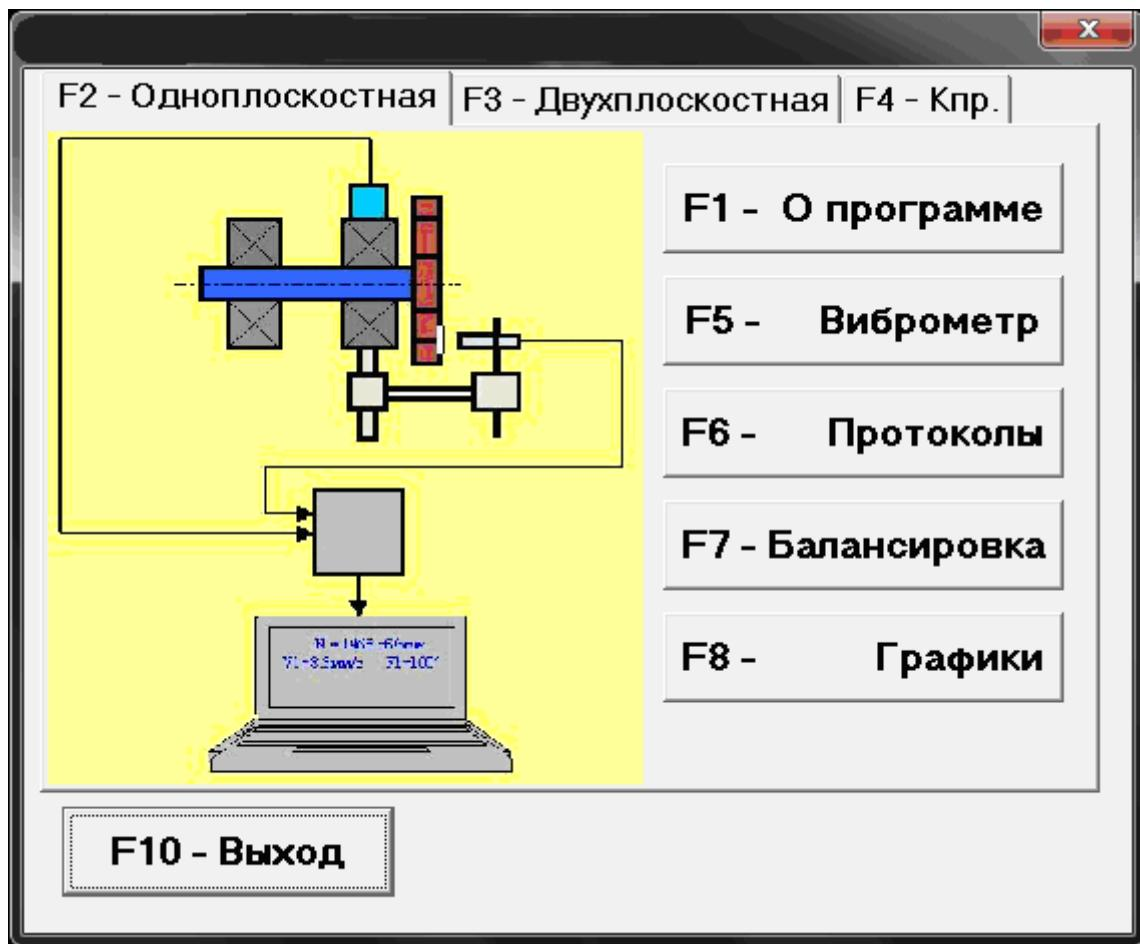
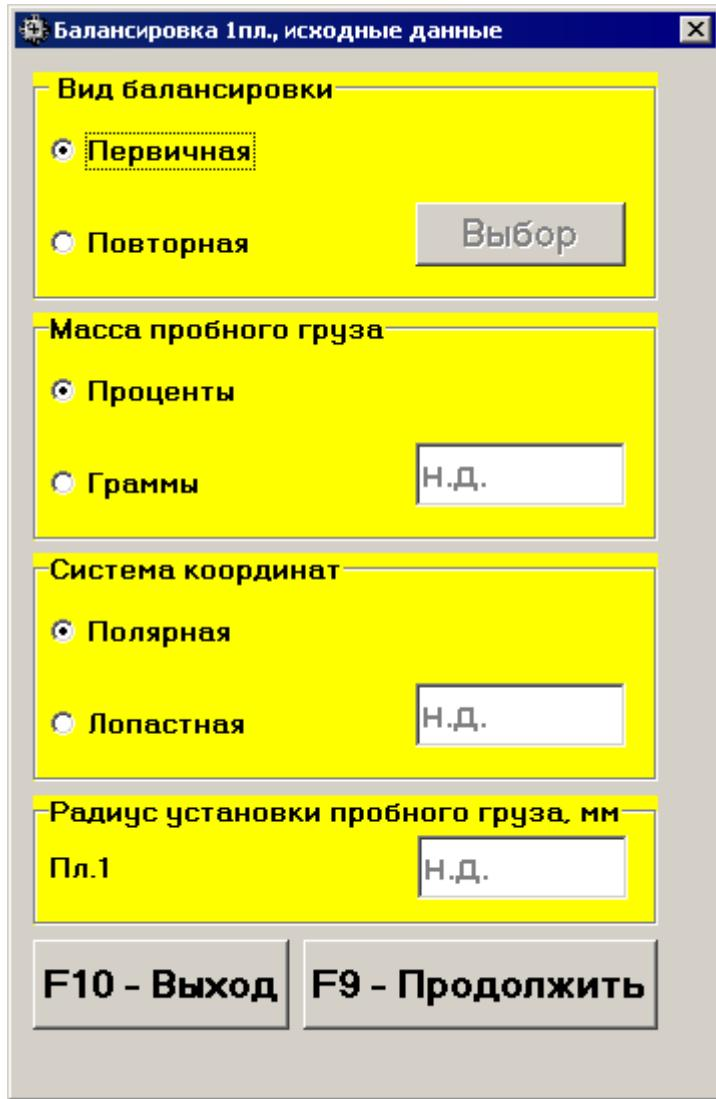
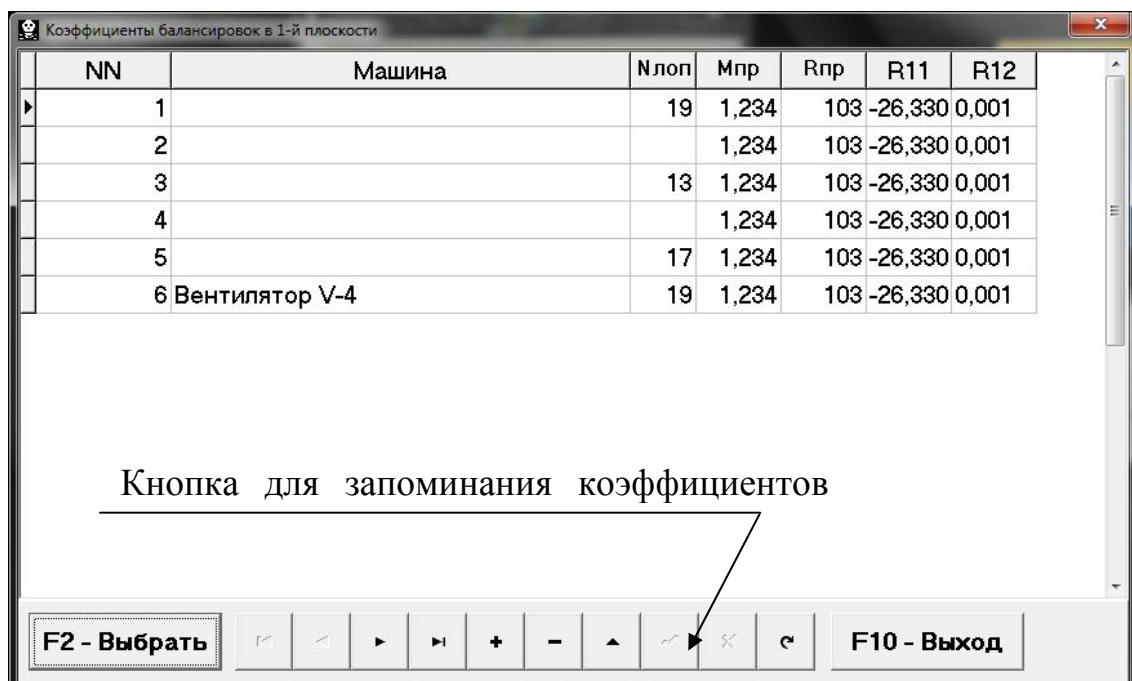

Рис. 7.1. Главное рабочее окно программы "БалКом-1"
Рис. 7.5. Рабочее окно для ввода исходных данных при балансировке.
Рис. 7.10. Вторая страница рабочего окна «**Коэффициенты балансировки в 1-й плоскости**».
При запуске программы «БалКом-1» на дисплее компьютера появляется главное рабочее окно программы, представленное на рис. 7.1.
После нажатия этой кнопки на дисплее компьютера сохраняется мнемосхема, представленная на рис. 7.1, иллюстрирующая процесс измерения вибрации только по первому измерительному каналу (или процесс балансировки в одной плоскости).
Для начала измерения в режиме «**Виброметр**» необходимо «щёлкнуть мышкой» по кнопке «**F5 – Виброметр**» в Главном рабочем окне программы (см. рис.7.1). После чего на дисплее компьютера появляется рабочее окно (см. рис.7.4), в котором периодически выводятся результаты измерения, в том числе: величины СКЗ суммарной вибрации (**V1s, V2s**), величины СКЗ (**V1o, V2o**) и фазы (**F1, F2**) 1-й гармоники оборотной составляющей вибрации, а также частота вращения ротора (**№6**).
**Перед началом работы в данном режиме необходимо выбрать по скольким каналам – одному или двум будет проводиться измерение вибрации. При этом в случае измерения вибрации только по первому каналу в главном рабочем окне программы (см. рис. 7.1) должна быть нажата кнопка «F2-одноплоскостная», а в случае одновременного измерения по первому и второму каналам – кнопка «F3-двухплоскостная».**
Перов. примен.	<p>7.4. Балансировка в одной плоскости (статическая).</p> <p>Перед началом работы в режиме «Балансировка в 1-й плоскости» необходимо установить датчик вибрации на корпусе машины в выбранной точке измерения и подключить его к входу X1 измерительного блока.</p> <p>Оптический датчик фазового угла необходимо подключить к входу X3 измерительного блока. Кроме того, для использования этого датчика на доступную поверхность ротора балансируемой машины необходимо нанести специальную метку, имеющую отражающую способность, контрастную по отношению к отражающей способности поверхности ротора.</p> <p>Подробные требования по выбору места установки датчиков и их креплению на объекте при балансировке изложены в приложении 1.</p> <p>Работа по программе в режиме «Балансировка в 1-й плоскости» начинается из Главного рабочего окна программы.</p> <p>Для этого первоначально необходимо «щёлкнуть мышкой» по кнопке «F2-одноплоскостная» (или нажать клавишу F2 на клавиатуре компьютера).</p> <p>Подтверждением того, что выбран режим балансировки в одной плоскости, является сохранение на дисплее компьютера мнемосхемы, представленной на рис. 7.1 и иллюстрирующей процесс измерения амплитуды и фазы вибрации только по первому измерительному каналу.</p> <p>Далее в Главном рабочем окне программы необходимо «щёлкнуть мышкой» по кнопке «F7 – Балансировка», после чего на дисплее компьютера появится рабочее окно (см. рис. 7.5), используемое для ввода исходных данных при балансировке.</p> <p>В данном окне первоначально выбирается один из возможных вариантов балансировки – «Первичная» или «Повторная» балансировка.</p> <p>«Первичная» балансировка обычно выполняется для роторов машин, которые ранее не балансировались и для которых в архивной памяти компьютера отсутствует информация, необходимая для проведения «Повторной» балансировки (численные значения коэффициентов балансировки и массы пробного груза).</p> <p>При выполнении «Первичной» балансировки в 1-й плоскости, требуется проведение двух пусков машины, необходимых для тарировки измерительной системы прибора.</p> <p>При этом во время первого пуска определяется исходная вибрация машины. Второй пуск машины выполняется после установки на ротор пробного груза, с помощью которого производится тарировка прибора.</p>
Ввод исходных данных для проведения первичной балансировки начинается в рабочем окне «Балансировка в 1 пл. Исходные данные» (см. рис. 7.5.).
Перед началом измерения параметров вибрации в разделе «Груз в плоскости 1», следует остановить вращение ротора балансируемой машины и установить на нём пробный груз. Масса этого груза, либо уже задана при подготовке к измерениям в память прибора в рабочем окне «Балансировка в 1-й плоскости. Исходные данные» (см. рис. 7.5), либо условно принята в дальнейших расчетах за 100 %.
Для этого следует нажать кнопку «**F9 – Сохранить**» и перейти на вторую страницу окна «**Коэффициенты балансировок в 1-й плоскости**» (см. рис.7.10)
Перев. примен.	<p>7.4.2. Повторная балансировка в 1-й плоскости.</p> <p>7.4.2.1. Настройка измерительной системы (ввод исходных данных).</p> <p>Повторная балансировка может выполняться на машине, для которой ранее уже были определены и занесены в память компьютера коэффициенты балансировки.</p> <p>Внимание! При проведении повторной балансировки датчик вибрации и датчик фазового угла должны быть установлены точно так же, как и при проведении первичной балансировки.</p> <p>Ввод исходных данных для проведения повторной балансировки (как и в случае первичной балансировки) начинается в рабочем окне «Балансировка в 1 пл. Исходные данные» (см. рис. 7.5.).</p> <p>При этом в разделе «Вид балансировки» необходимо с помощью «мышки» поставить метку в графе «Повторная» и нажать, расположенным справа от неё кнопку «Выбор».</p> <p>В этом случае на дисплее прибора появится вторая страница рабочего окна «Коэффициенты балансировок в 1-й плоскости» (см. рис. 7.10), в котором хранится архив, определённых ранее коэффициентов балансировки.</p> <p>Перемещаясь по таблице этого архива с помощью управляющих кнопок «►» или «◀» можно выбрать нужную запись с коэффициентами балансировки интересующей нас машины. После чего для использования этих данных в текущих измерениях следует нажать кнопку «F2 – Выбрать» и вернуться в предыдущее рабочее окно «Балансировка в 1 пл. Исходные данные» (см. рис. 7.5.), нажав кнопку «F10 – Выход».</p> <p>После этого содержание всех остальных окошек рабочего окна «Балансировка в 1 пл. Исходные данные» заполняются автоматически.</p> <p>Внимание! При необходимости исходные данные, сохранённые в разделах этого окна «Система координат» и «Радиус установки пробного груза», могут быть изменены.</p> <p>После завершения ввода исходных данных следует «щёлкнуть мышкой» по кнопке «F9 – Продолжить» (или нажать клавишу F9 на клавиатуре компьютера).</p> <p>После чего на дисплее компьютера появится рабочее окно (см. рис. 7.6), используемое для выполнения цикла измерений при повторной балансировке.</p> <p>7.4.2.2. Измерения при проведении повторной балансировки.</p> <p>«Повторная» балансировка требует проведения всего лишь одного настроичного пуска и, как минимум, одного проверочного пуска баласируемой машины.</p> <p>Измерение вибрации на первом - настроичном пуске машины выполняется в рабочем окне «Балансировка в 1-й плоскости» (см. рис. 7.6) в разделе «Пуск без груза».</p> <p>Внимание! Перед началом измерения необходимо включить вращение ротора балансируемой машины (первый пуск) и убедиться, что она вышла на рабочий режим.</p> <p>На готовность программы к работе в данном разделе указывает темно-зеленый цвет фона раздела и подсветка кнопок «F8 – Возврат» и «F9 – выполнить», расположенных в его правой части.</p>